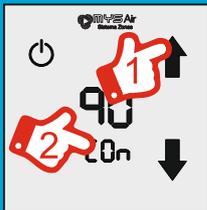

Fig. 10
- 1) Con el termostato APAGADO, mantener pulsado el icono **OFF** de la pantalla (Fig.10) hasta que aparezca en pantalla "00" parpadeando y el icono **COFF** en la parte inferior de la pantalla.
- 2) Para activar la configuración WIFI, seleccionar "90" con los iconos de flechas **↓↑** (Fig. 10). Pulsar de nuevo sobre el icono **COFF** para confirmar (Fig.10).